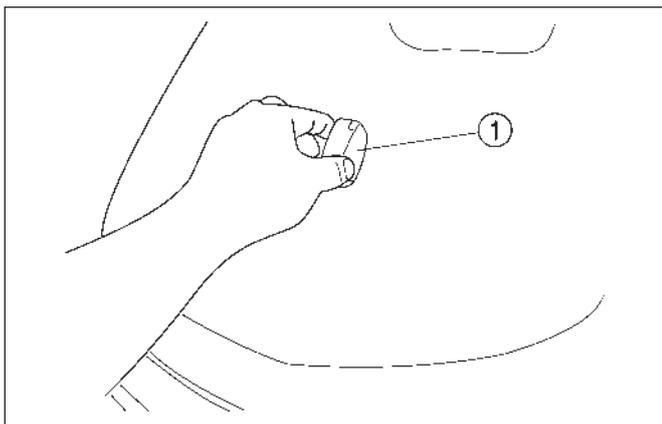

FIG. 6-3
**FIG. 6-3 & 6-4:** Pour ouvrir; tournez le bouton de verrouillage, 1, un quart de tour dans le sens horaire en haut du capot moteur, soulevez le capot et bloquez-le avec la tige de support, 2.